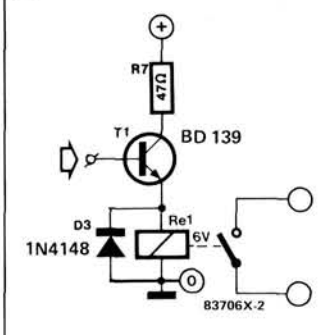

Figure 2 - Cet étage complémentaire permettra de commander une charge quelconque à l'aide de l'interrupteur à effleurement.
Figure 3 - Plan d'implantation des composants du schéma de la figure 2, à l'exception des potentiomètres qui sont implantés séparément sur la platine de la figure 4. Les picots isolés (comme par exemple le picot voisin de la grille de T1) sont destinés à établir la liaison entre les deux platines sans câblage.
Figure 4 - Plan d'implantation des quatre potentiomètres de la figure 2, avec les picots de liaison qui permettent de simplifier la liaison entre les deux cartes (voir figure 3). Seuls les potentiomètres de marque Radiohm peuvent être montés directement sur la platine conformément aux indications données ci-dessus.
Selon l'application envisagée, on pourra commander divers circuits avec la sortie du schéma de la figure 1. Sur la figure 2 nous vous proposons le schéma d'un étage de commutation à relais. Quand la tension de sortie de IC1 est à 0 V, le transistor T1 est bloqué et le relais aussi. Dès que la tension du 741 passe au niveau haut, le transistor conduit et le relais est excité.
Figure 4 - Pour vérifier le fonctionnement du circuit, voici un indicateur à LED très simple que l'on connecte en sortie de IC1, en parallèle éventuellement avec le circuit de la figure 2.
Le premier oscillateur, à gauche sur le schéma de la figure 1 (faites-lui un petit signe pour montrer que vous l'avez vu, ça lui fera plaisir, et c'est lui le chef) produit un signal de fréquence basse, très basse. Il suffit d'ailleurs de jeter un coup d'oeil à la capacité de C1 pour s'en apercevoir. Avec 1,5  $\mu$ F et une résistance de plusieurs centaines de k $\Omega$ , pensez-vous. La ligne "a" de la figure 2 donne une idée de la forme du signal de sortie de N2, tel qu'il est achemi-
La fonction de ce premier oscillateur est double : il doit déterminer la durée du cocorico lui-même ainsi que celle qui sépare deux séries successives de caquètements. Le diagramme de la figure 2 correspond à deux cycles successifs (le deuxième étant tronqué). Les anciens pourront le comparer à celui qui fut publié jadis par l'ancêtre ELEKTOR.
rend parfaitement audibles, comme le montre la troisième ligne de la figure 2. La fréquence de cet oscillateur dépend essentiellement de la capacité de C7 que l'on pourra donc modifier pour expérimenter différentes races de poules. Le signal audio ainsi obtenu est amplifié par l'étage de sortie, qui, tout ovoïde qu'il soit, n'en est pas moins un amplificateur.
**Figure 2 - Ce diagramme d'impulsions ne rend compte que partiellement du fonctionnement de notre cocoricophone. Le savant équilibre entre les trois multivibrateurs n'est pas seulement une question de logique (suite de "1" et de "0"), mais il est aussi d'ordre analogique, puisque les trois étages sont découplés en continu par des condensateurs de forte valeur.**